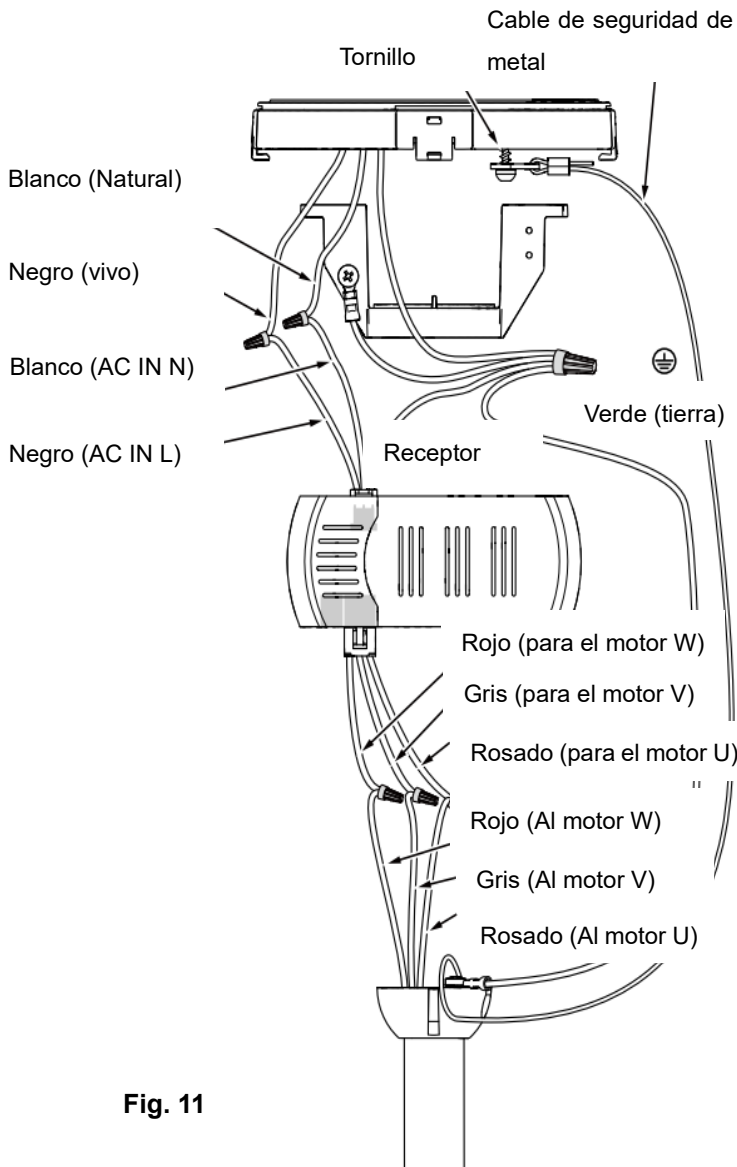
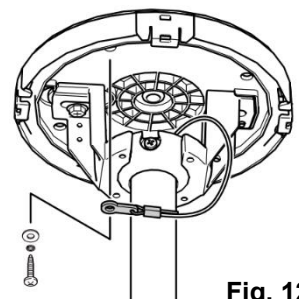

Fig. 11
Fig. 12
- Complete el cableado eléctrico según la sección de “DIAGRAMA DEL CABLEADO ELÉCTRICO” a continuación. (Fig.11)
2. Conecte el cable de alimentación vivo (negro) del techo al cable de entrada del receptor (negro, AC IN L) como se muestra en (Fig. 11)
7. Instale el cable de seguridad de metal en las vigas de la estructura de la casa usando los tornillos de máquina y la arandela plana suministrados. Asegúrese de que cuando el cable de seguridad esté totalmente extendido, los conductores sean más largos que el cable y que no estén tensos. (Fig. 11 y Fig.12)